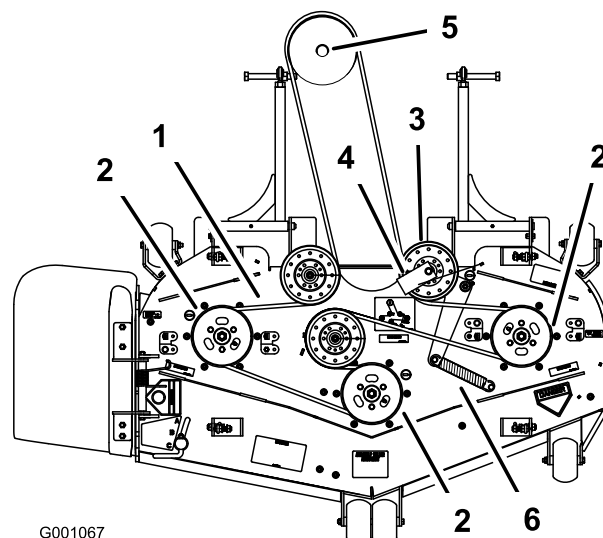

Figure 66
6. Acheminez la courroie neuve autour des poulies du plateau de coupe et de la poulie du boîtier d'engrenages, sous le moteur (Figure 66).
7. Montez le guide-courroie sur la poulie de tension rappelée par ressort à un angle de 45 degrés comme illustré à la Figure 66. Serrez le boulon à un couple de 37 à 45 Nm.
8. Accrochez le ressort de la poulie de tension aux deux montants (Figure 66).